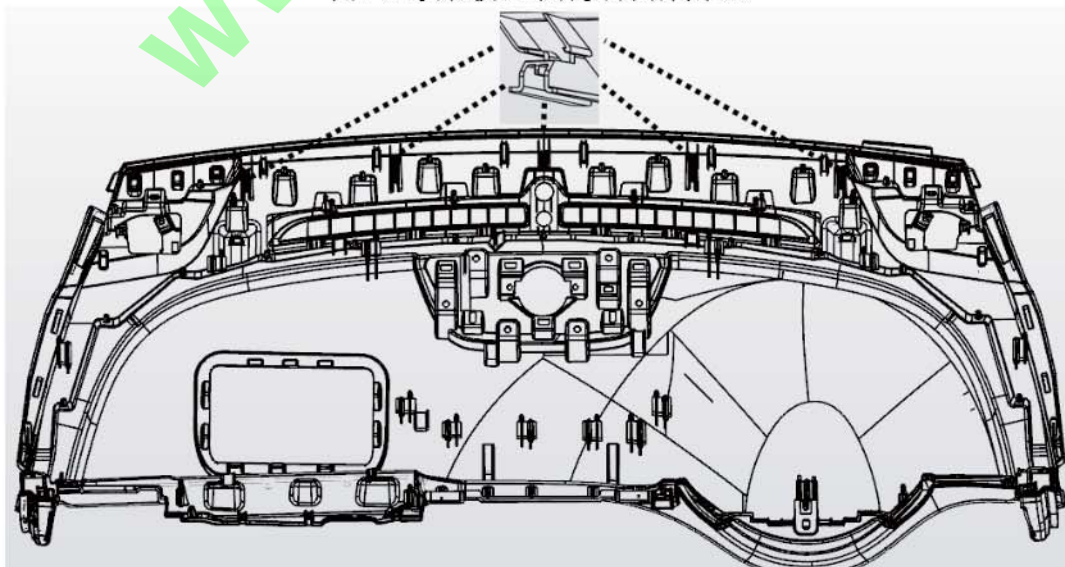

图1-28仪表板上本体前端背面卡脚示意
(1) 上本体水平放置移动至管梁总成上方;
(2) 将仪表板上本体前端背面的 5 个卡脚(图 1-28)卡入前围板金;